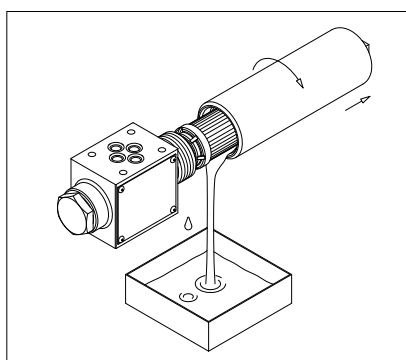

fig. 1
- (Fig. 1) Predisporre un recipiente per la raccolta del fluido di lavoro sotto al filtro, svitare il contenitore ed estrarlo quanto basta per drenare fluido, prestando attenzione al gocciolamento dalla testata e dall'elemento filtrante